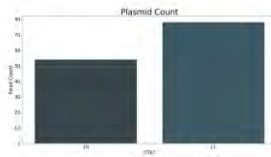

Figura 27. Control de calidad del sistema integrado de trazabilidad.
- STIDs: Comprobación de que el reactivo de trazabilidad obtenido coincida con el esperado (en caso de haber sido usado), como se muestra en la figura 27.